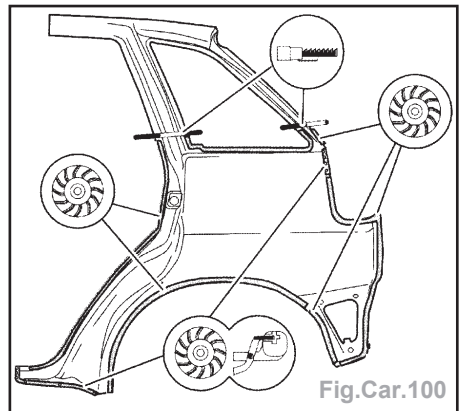

Fig.Car.100
- Faire une coupe avec une scie alternative sur la zone indiquée (Fig.Car.100).